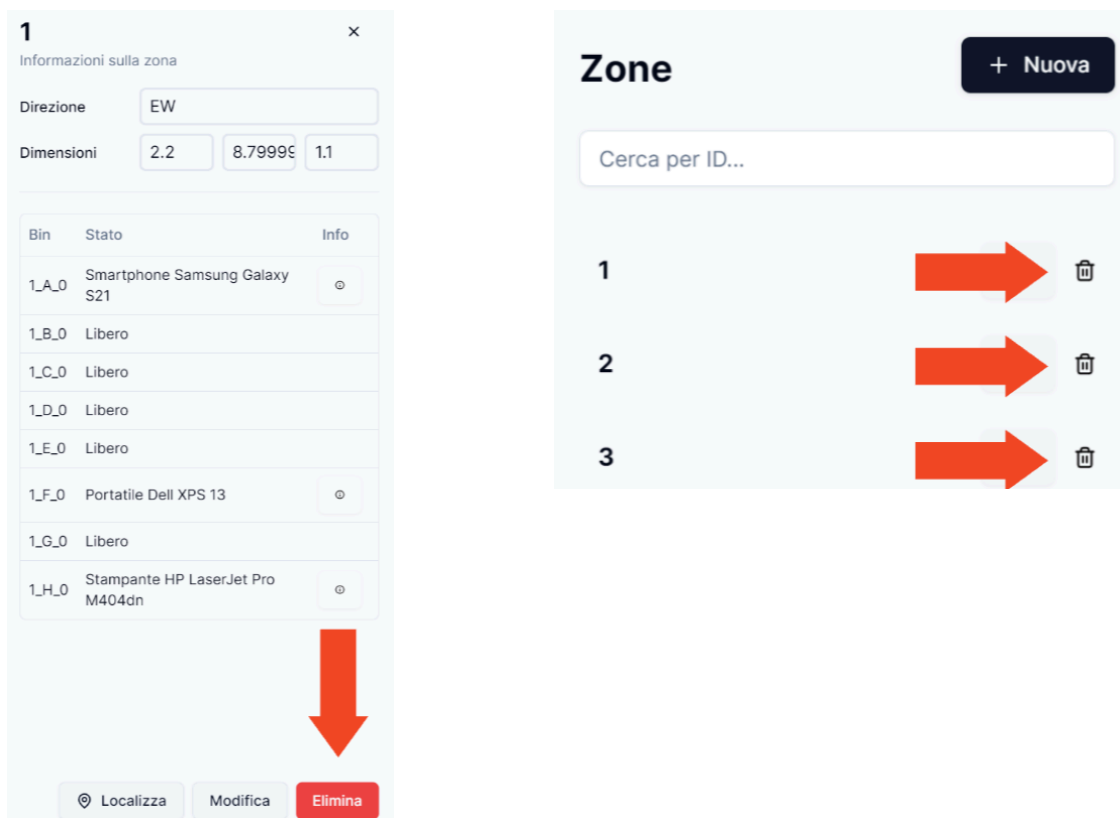

Figura 26: Pulsante “Elimina” di eliminazione zona (sinistra) e pulsanti “cestino” di eliminazione zona (destra)
- il pulsante rosso contenente la scritta “Elimina” contenuto nella parte inferiore del pannello relativo alla visualizzazione delle informazioni di una zona (Figura 26 (sinistra));
- il pulsante contenente l'icona raffigurante un cestino (Figura 26 (destra)) presente nella lista delle zone (Sezione 3.4.1) nella riga corrispondente alla zona da eliminare.